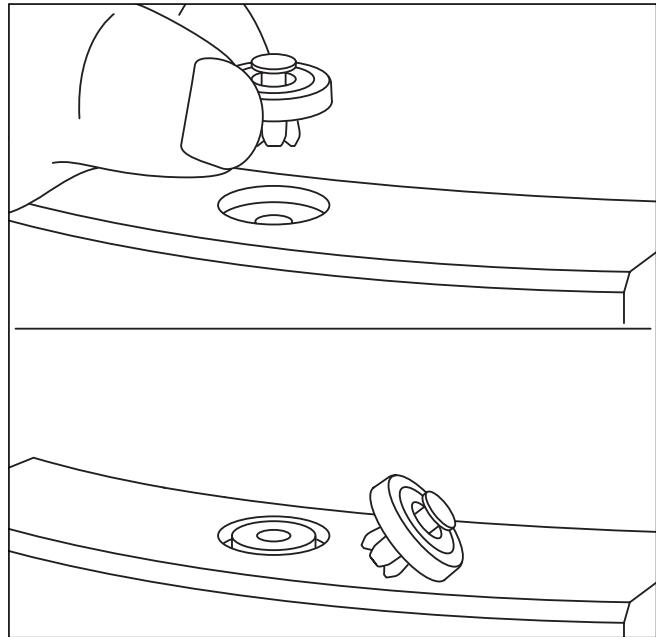

Abb. 8.7 Lösen des Federverschlusses
- Drücken Sie auf die unter der Bohrung liegenden Feder, z. B. mit einem Schraubendreher.(siehe Abb. 8.7).
- Drücken Sie auf die unter der Bohrung liegenden Feder, z. B. mit einem Schraubendreher. (siehe Abb. 8.7).